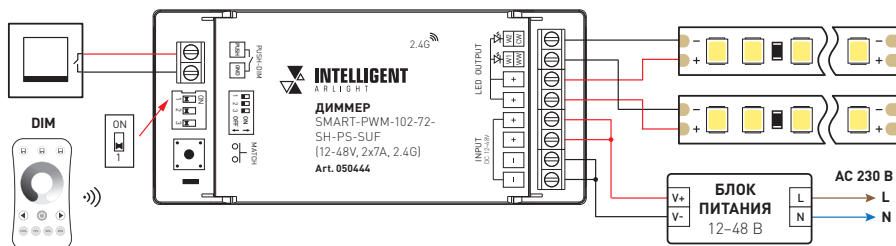
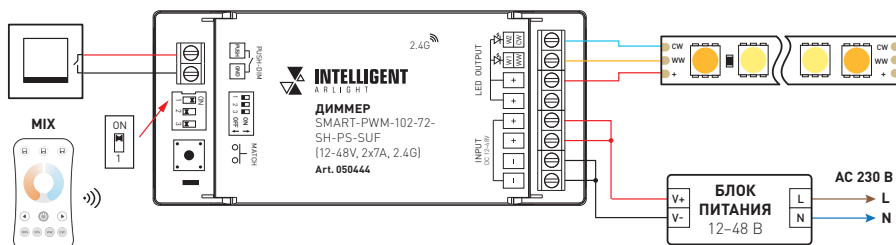

Рис. 2. Схема подключения диммера для управления одноцветными лентами
Рис. 3. Схема подключения диммера для управления MIX-лентой
- 3.2. В зависимости от типа подключаемой ленты установите DIP-переключателем 1 режим работы MONO (DIM) или MIX (CCT) и подключите диммер в соответствии со схемой на рис. 2. или рис. 3: